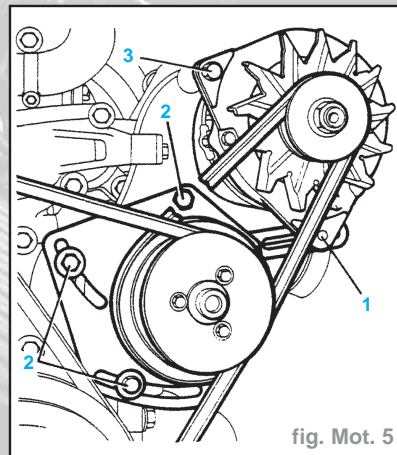

fig. Mot. 5
- Desserrer le boulon de réglage (1) de la courroie d'alternateur (Fig. Mot. 5).